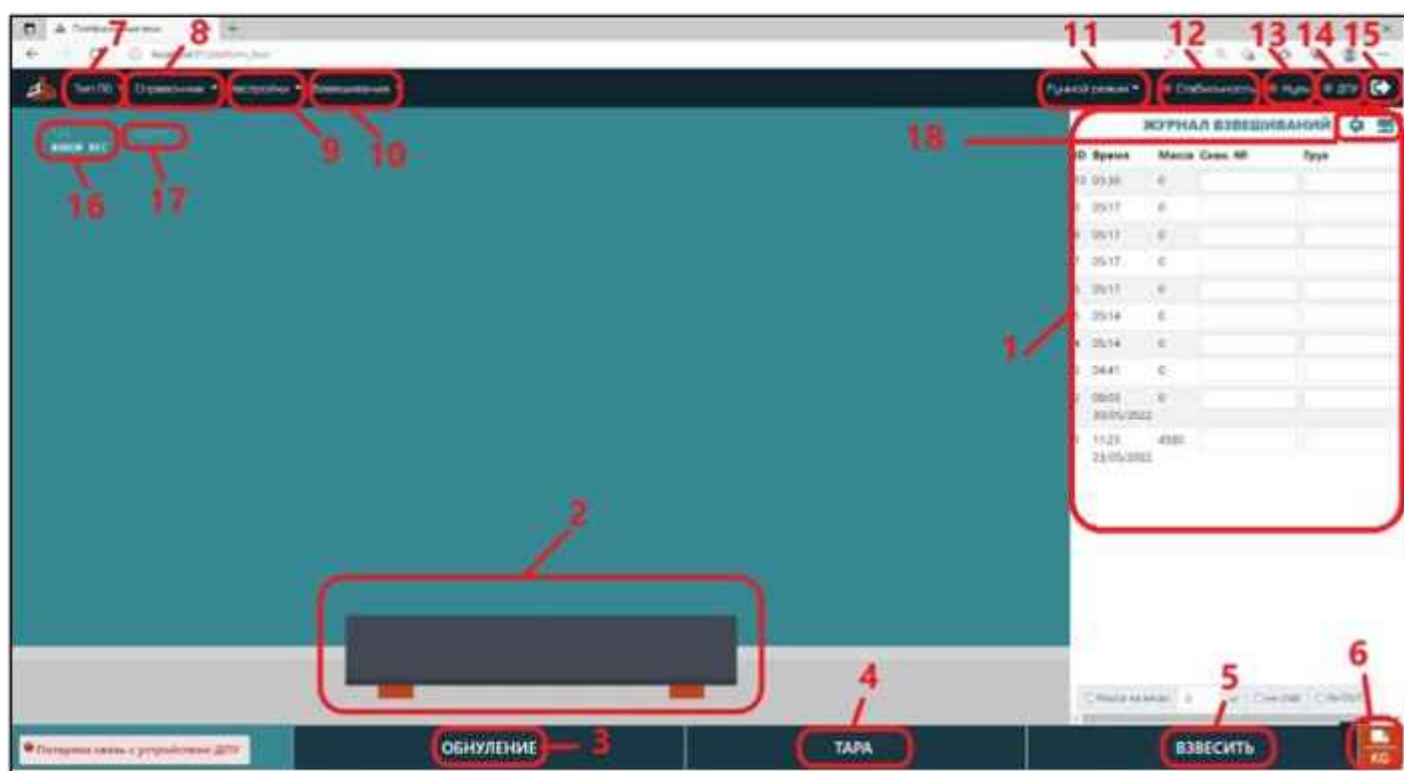

Рис.35
- ✓ На рабочей странице в режиме взвешивания указана следующая информация (Рис.35):